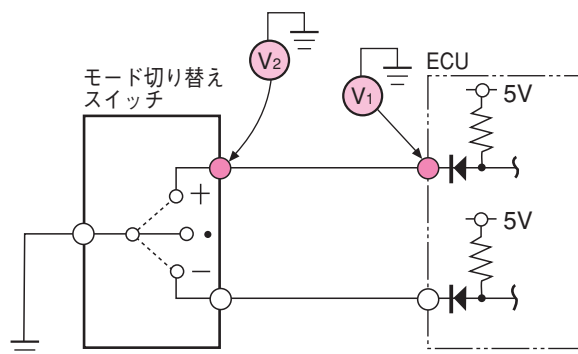

図2-13 モード切り替えスイッチ回路の短絡の点検(2)
(2) 短絡点検
- ① 図2-13の回路の状態からモード切り替えスイッチの“-”を選択し、V₁に電圧がなく、V₂の端子を外したとき、V₁に電圧がある場合は、モード切り替えスイッチの短絡。
- ② V₁に電圧がなく、V₂の端子を外してもV₁に電圧がないとき、V₁の端子を外してV₁のECU端子に電圧がある場合は、V₂とV₁間の短絡。
- ③ V₂の端子を外してもV₁に電圧がないとき、V₁の端子を外してもV₁のECU端子に電圧がない場合は、ECUの不良。